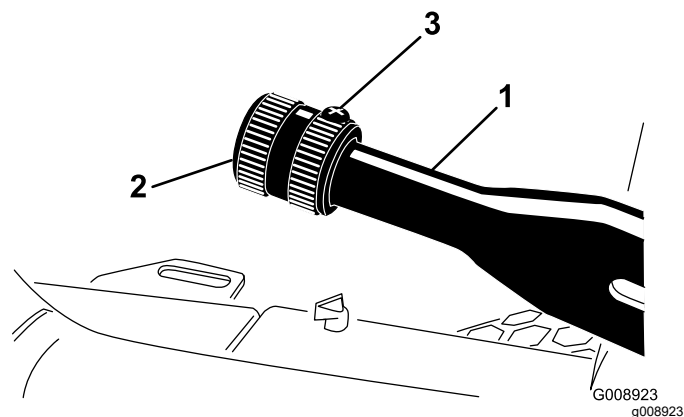

Figure 75
2. Desserrez la vis de fixation du pommeau sur le levier du frein de stationnement (Figure 75).